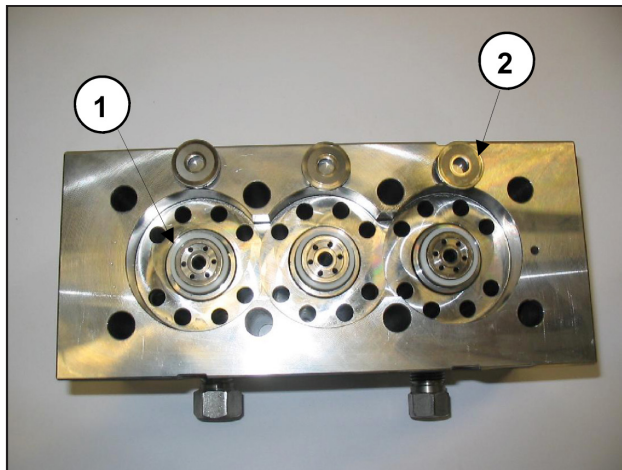

Fig. 23
Durante lo smontaggio delle camicie fare attenzione a non disperdere le sedi valvola ① e le valvole piane ② come indicato in Fig. 23 le quali essendo posizionate solo a battuta potrebbero cadere.